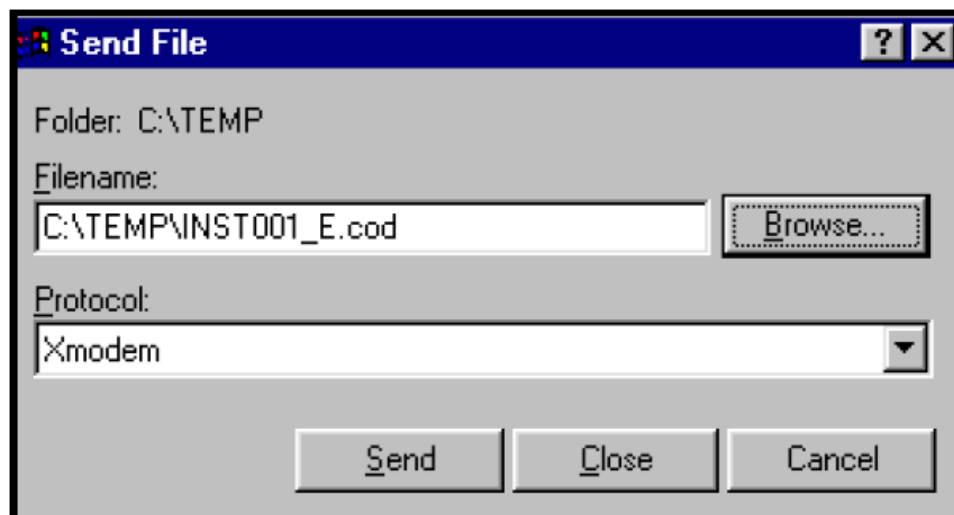

Рис. 9-32: Окно Send File в меню Transfer
1. В окне HyperTerminal перейдите вниз к меню Transfer (передать) и щелкните на кнопке *Send File* (послать файл). При этом откроется окно, подобное рис. 9-32, который приведен ниже.